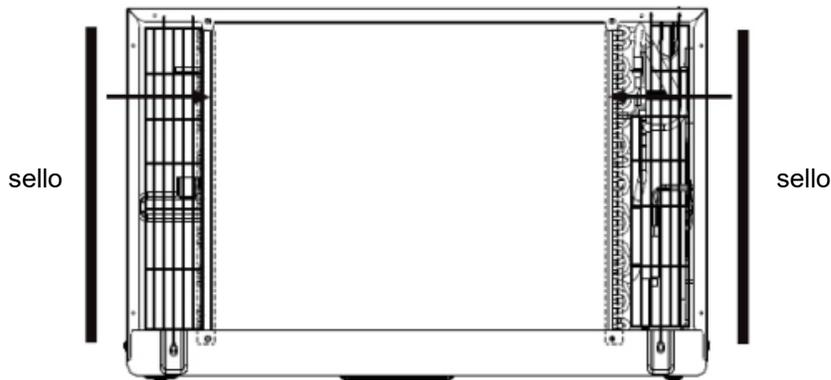

Figura 1
1. Fije los dos sellos (1" x 3/8" x 14" [2,5 cm x 0,95 cm x 35,5 cm]) como se muestra en la Figura 1.